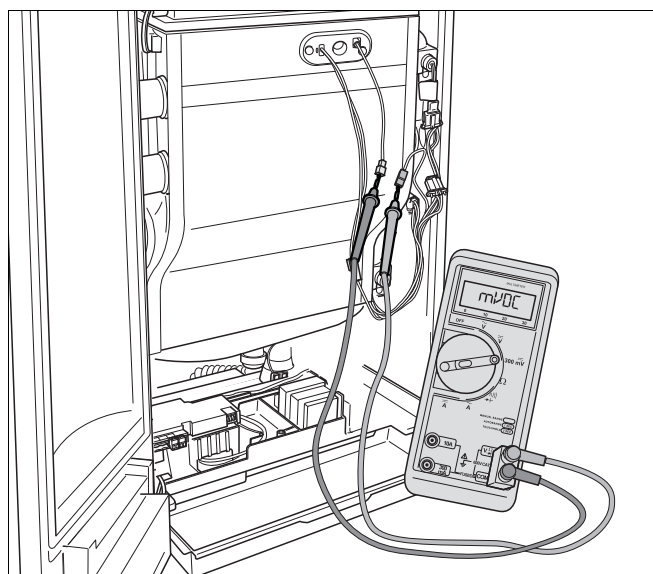

Bild 92 Mäta joniseringsströmmen
- Seriekoppla mätapparaten (bild 92). Välj μA -likströmsområdet på mätapparaten. Mätapparaten måste ha en upplösning på minst $1 \mu A$.